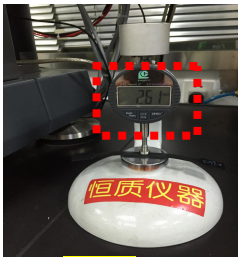
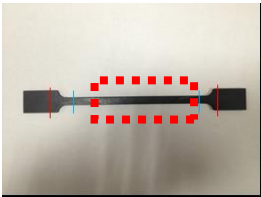

图 10
图 11
3.2.6 使用『厚度仪』测量样品厚度尺寸，（如图 10）然后把尺寸数据输入『试验厚度』参数框里，（如图 11）设定步骤全部 OK。